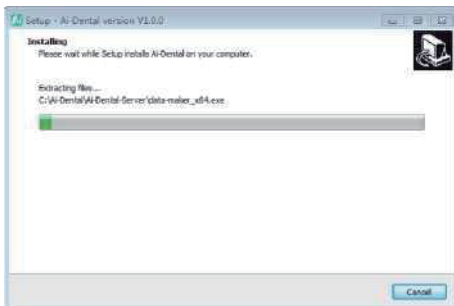

Figure 8
g) Après avoir cliqué sur le bouton «Installer», le programme commence à s'installer. L'utilisateur attend juste la fin de l'installation, comme le montre la figure 8: